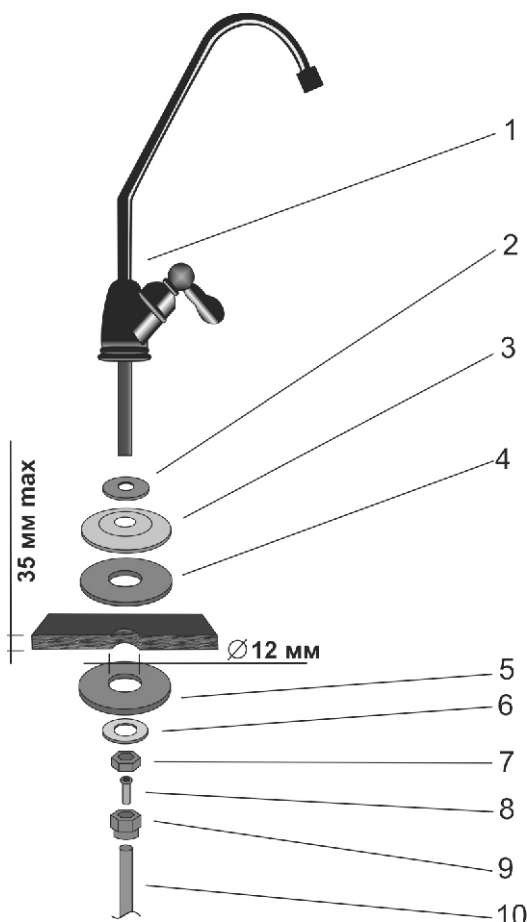

Рисунок 3
8. Кран для чистой воды (рис.3)	1 комплект